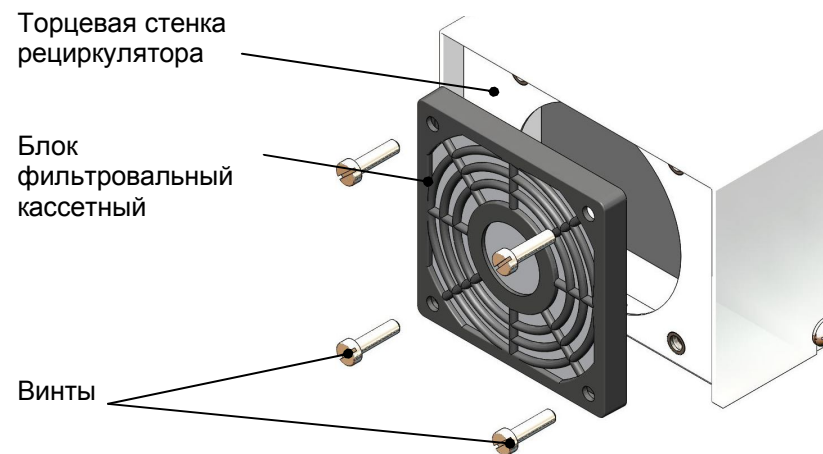

Рис.4
- Снять блок фильтровальный, открутив 4 винта М5х18 (рис.4).